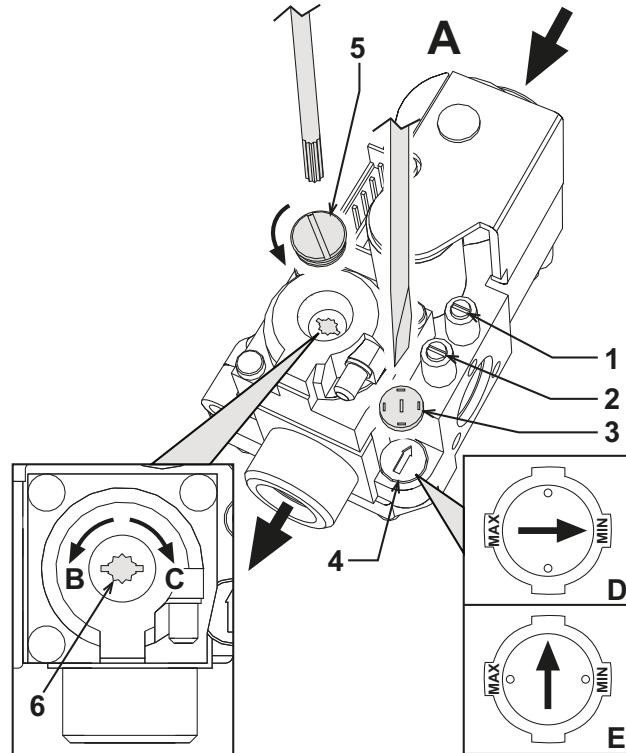

рис. 17 - Регулирование давления
На котле PEGASUS D можно регулировать тепловую производительность топки и, следовательно, тепловую мощность, передаваемую воде системы отопления; это делается исключительно путем регулировки основной горелки с помощью газового вентиля (см. рис. 17). На графиках, приведенных в параграфе сар. 5.2, показано изменение передаваемой воде тепловой мощности в зависимости от изменения рабочего давления горелки. Возможность приведения мощности котла в соответствие с реальными потребностями отопления означает, прежде всего, снижение потерь и экономию топлива. Кроме того, при регулировке мощности, регламентированной также стандартом, котлы сохраняют значения КПД и характеристики горения почти без изменений.
- С помощью небольшой отвертки снимите защитный колпак 5 вторичного привода газового вентиля рис. 17.
- Подключите манометр к клемме давления 2 (рис. 17), расположенного после газового вентиля, затем переведите ручку терmostата котла на максимум.
- Регулируйте давление с помощью винта 6 (рис. 17) на желаемое значение, руководствуясь диаграммами, приведенными в параграфе сар. 5.2.
- Снимите с газового вентиля маленький защитный колпак 3 (рис. 17). С помощью маленькой отвертки регулируйте "СТУПЕНЬ" розжига на основании выбранного для работы газа (**G20-G25** положение **D** рис. 17 или **G30-G31** положение **E** рис. 17); установите на место защитный колпачок.
- Спустите воздух из газопроводных труб через штуцер отбора давления 1 газового вентиля (рис. 17).